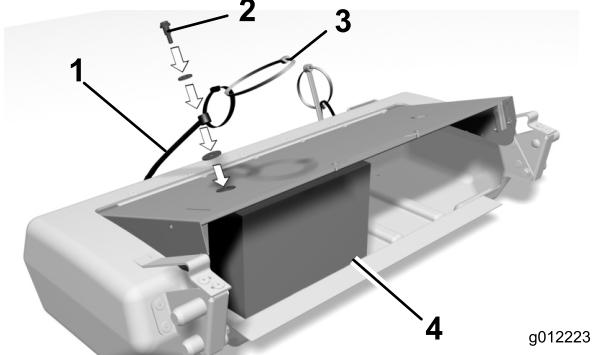

Figura 12
1. Remova as anilhas e porcas enviadas com os parafusos da correia (Figura 12).
2. Utilizando as cintas de cabos nas correias como pegas, estique cada correia até que possa ser presa na parte superior do cesto com (2) anilhas e uma porca de bloqueio (Figura 12). Coloque uma anilha de cada lado da parte superior do cesto.
Nota: Para facilitar instalação das correias, coloque um bloco de madeira de 20 cm x 10 cm (Figura 12) no interior do cesto para elevar e suportar a parte superior do cesto.